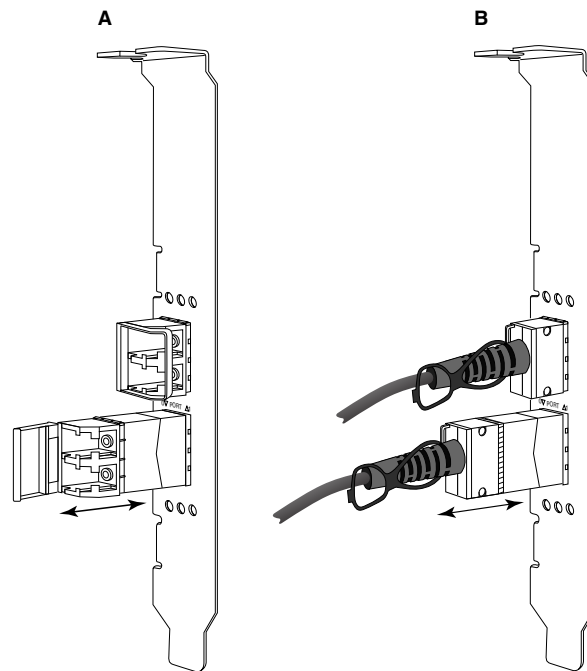

FIGURA 10 Remover ou instalar SFPs de cobre e de fibra ótica
- Para SFPs com transceptores óticos, use os dedos polegar e indicador para destravar a trava da lateral do conector do cabo. Usando a trava ou a aba como uma alça, puxe o SFP para fora do receptor. Consulte a ilustração à esquerda na Figura 10.
- Para SFPs de cobre com cabos conectados, use o polegar e o indicador para puxar a aba no cabo para liberar a trava do SFP e, em seguida, puxe o SFP para fora do receptor. Consulte a ilustração à direita na Figura 10.